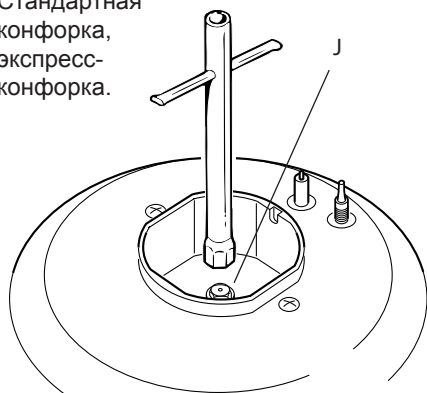

Рис. 8.4
- С помощью жесткого ключа замените старые форсунки на новые «J» (Рис. 8.4 - 8.5), специально спроектированные для использования нужного Вам газа (См. Таблицу на стр. 78).